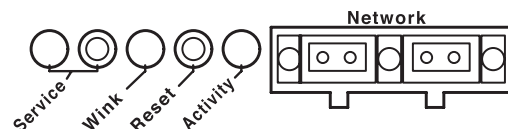

Figura 3.3. El panel de usuario RMS
El panel de usuario RMS tiene tres indicadores LED y dos botones (Figura 3.3). Las siguientes secciones describen sus funciones.
**NOTA:** Los indicadores LED y botones del panel de usuario de la tarjeta de comunicación RMS mostrados en la figura 3.3 son usados exclusivamente por RMS, y no tienen efecto sobre la actividad acústica o eléctrica de los altavoces M1D o M1D-Sub mismos – a menos que se habiliten las funciones MUTE o SOLO en la tarjeta y en el software RMS.